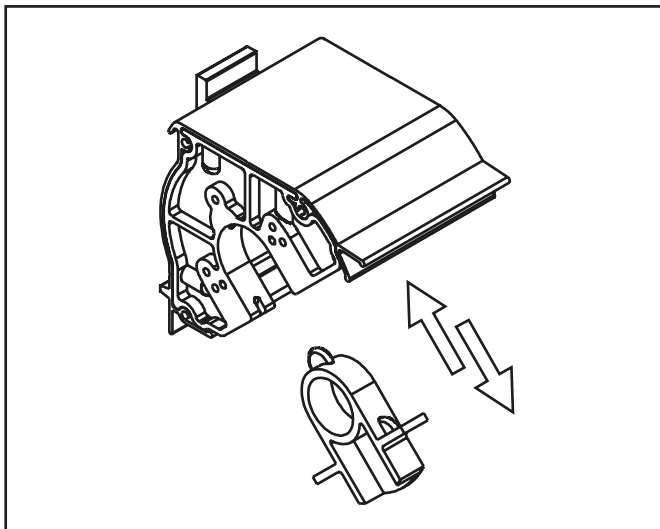

fig. 6 : Open lagering
- *Bestaat uit: een lagerblok (universele tussenconsole) met uitneembare afdekschuif (zie fig. 6).*